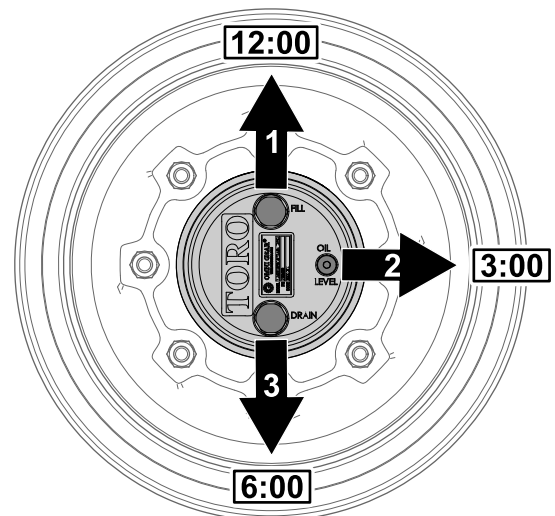

Figura 104
1. Parcai maina pe o suprafață plană i poziionai roata astfel încât buonul de umplere să fie în poziia corespunzătoare orei 12, buonul de verificare în poziia corespunzătoare orei 3 i buonul de golire în poziia corespunzătoare orei 6 (Figura 104).
- Îndepărtați buoul de verificare în poziția corespunzătoare orei 3 (Figura 104).
- Parcați maina pe o suprafață plană, poziționați roata astfel încât buoul de umplere să fie în poziția corespunzătoare orei 12, buoul de verificare în poziția corespunzătoare orei 3 și buoul de golire în poziția corespunzătoare orei 6; consultați Figura 104 din Verificarea